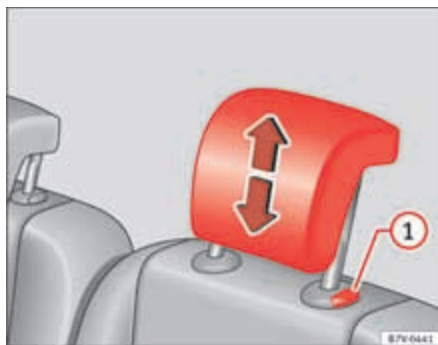

Fig. 93 Desmontar el apoyacabezas trasero.
- Extraiga el apoyacabezas por completo manteniendo pulsada la tecla ⇒ fig. 93 ①.